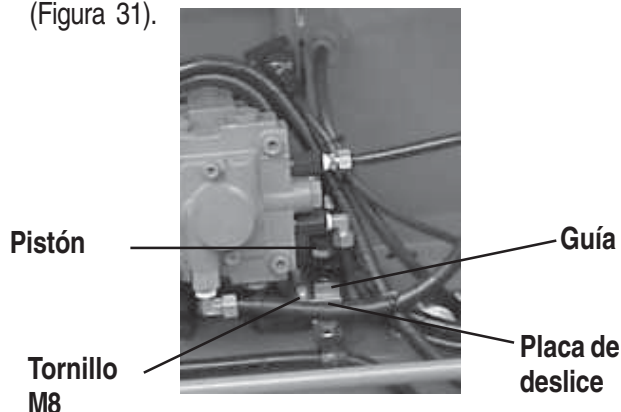

Figura 31. Ajuste de la posición neutral
2. Si el compactador se desplaza hacia adelante con la bola del pistón permaneciendo en el espacio V de la guía, afloje el tornillo M8 y deslice la placa ligeramente hacia el motor. Si se desplaza hacia atrás, deslice la placa hacia el lado de la placa (Figura 31).